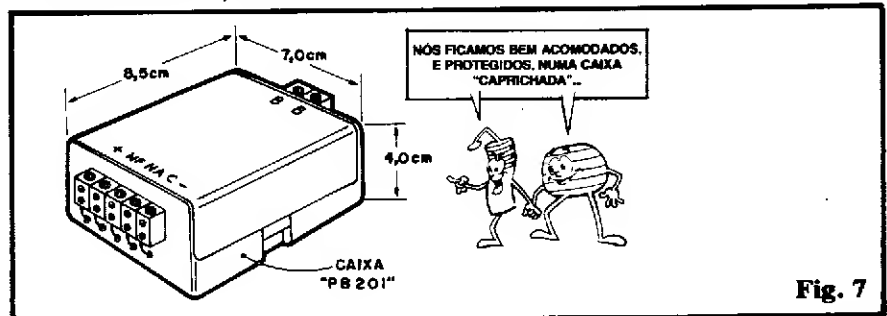

Fig. 7
- FIG. 7 - O "ambiente" onde normalmente o MP-18 será instalado, é inóspito, agressivo e insalubre... Carros ou motos constituem, infelizmente, o **pior** lugar para qualquer circuito eletrônico, devido a uma série de inevitáveis fatores: umidade, vibração, variações térmicas extremas, poeira, fluidos solventes e o diabo! Assim, mais do que nunca, uma consistente proteção deve ser dada ao circuito, na forma de um **container** apropriado e bem instalado... A figura dá uma sugestão básica (mesmo que o Leitor/"Aluno" pretenda dar um toque pessoal à "coisa", não convém "fugir" muito da disposição ilustrada), usando-se uma caixa padronizada "Patola", mod. PB201, cujas dimensões "batem" direitinho com o tamanho da placa/componentes... Observem a disposição das duas barras de conectores externos, bem como a sua